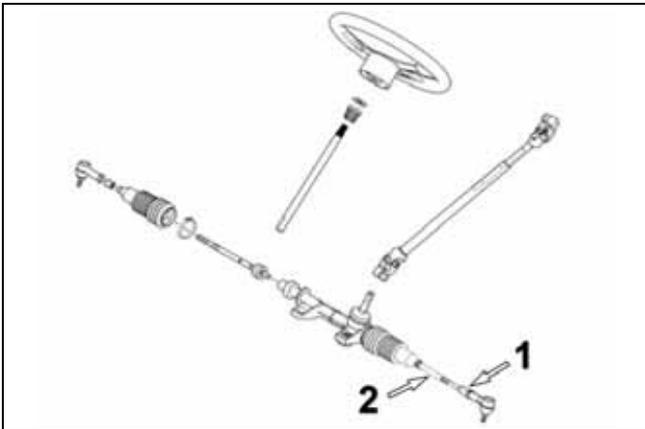

Abbildung 15 (Lenkmechanismus)
Um Justierungen am UTV vorzunehmen, lösen Sie zuerst Mutter (1) der Koppelstange des Lenksystems des Fahrzeugs (2), schrauben Sie die Koppelstange eine gleiche Anzahl an Umdrehungen auf beiden Seiten des Fahrzeugs fest oder los. Siehe Abbildung 15.
**HINWEIS:** *Beim Losschrauben von Mutter (1) von jeder Koppelstange des Lenksystems des Fahrzeugs (2), bedenken Sie, dass bestimmte Muttern ein gegenläufiges Gewinde haben. Achten Sie darauf, die Mutter in der korrekten Drehrichtung zu lösen.*